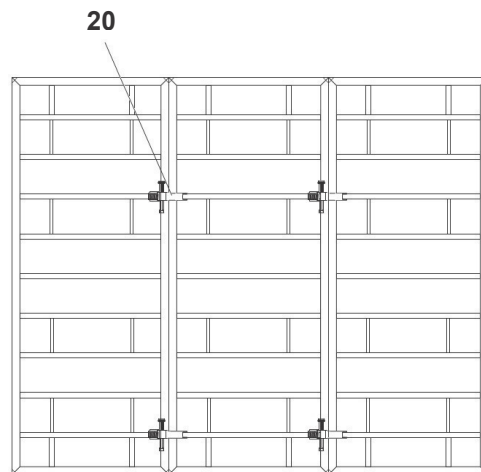

Рис. 7
2 шт. BFD (20) при высоте 3,00 м на типовом стыке (Рис. 7)